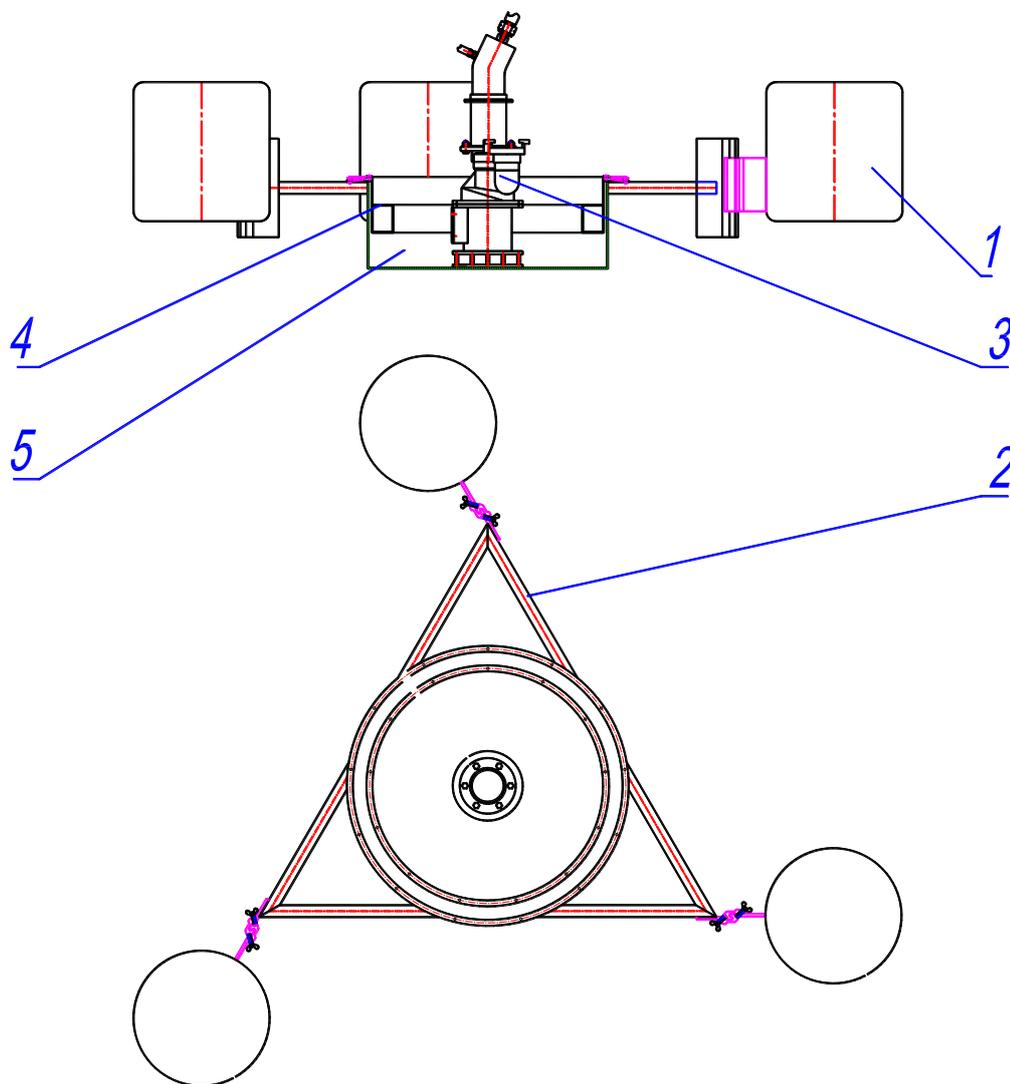

Рис.1
1.2 Состав нефтесборщика (рис.1):
- Поплавковое устройство (1)
- Рама (2)
- Откачивающая головка (3)
- Дозирующее устройство (порог) (4)
- Приемная камера (5)